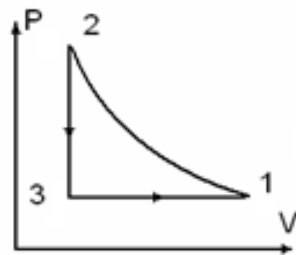

Рис. 10
3. Изобразить процессы 1–2, 2–3, 3–1 (рис. 10) в координатах  $p, T$  и  $V, T$ .